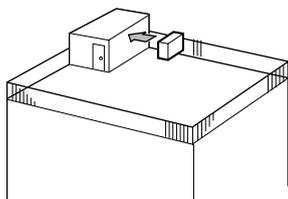

Fig. 2-2
① Richt de luchtuitlaat naar de dichtstbijzijnde muur, op ongeveer 50 cm van de muur. (Fig. 2-2)